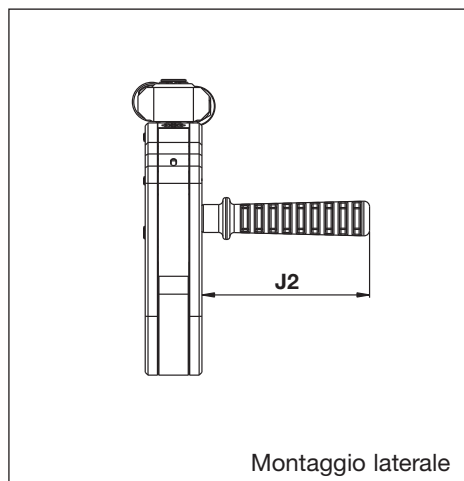

Fig. 26
6.1.4 Dimensioni, Maniglia di posizionamento dritta della serie SWH (Fig. 26 - accessorio opzionale)